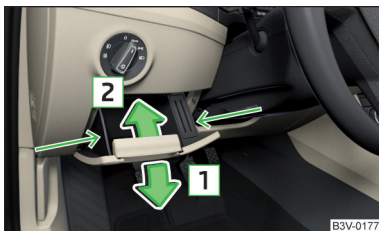

Fig. 265
- Prindeți compartimentul de depozitare lateral, în zona săgeților » fig. 265.